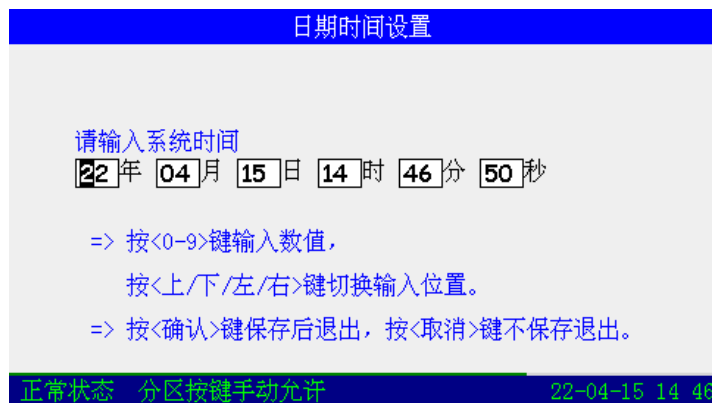

图7-21
- 按下【▶】、【◀】、【▼】、【▲】键选择“1.日期时间设置”选项后，屏幕显示出如图7-21所示下图的界面